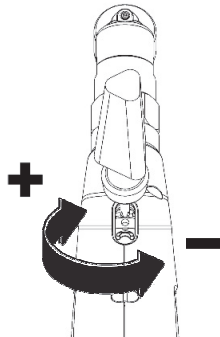

Abb.4
3. Drehen Sie die Verlusschraube wie in Abb.4, um das Drehmoment einzustellen.